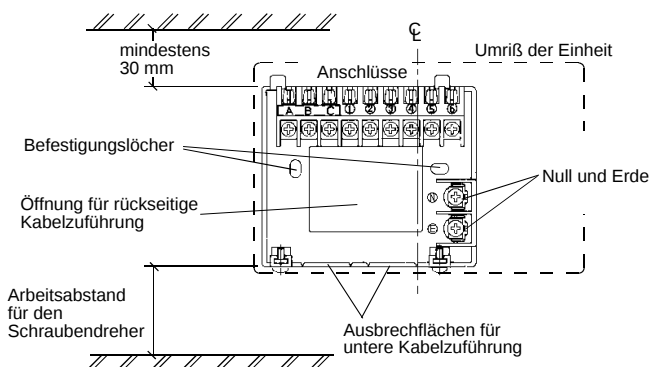

Bild 3: Abstände bei der Befestigung der Wandplatte
2. Achten Sie bei der Befestigung der Wandplatte darauf, daß die Anschlüsse oben liegen und sich die (gedachte) senkrechte Mittellinie der Heizungssteuerung an der rechten Kante der Vertiefung von Anschluß 4 befindet. Beachten Sie bitte auch den für die Installation und spätere Entfernung notwendigen Abstand. (Siehe Bild 3.)